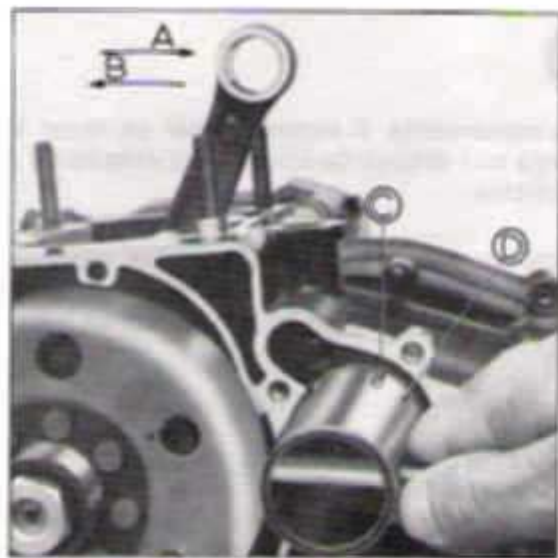

FIG. M6 - A. SENTIDO PARA PARAFUSAR O ROTOR
11. Remover os anéis de retenção do pino do pistão por meio de uma chave apropriada. Figura M6.